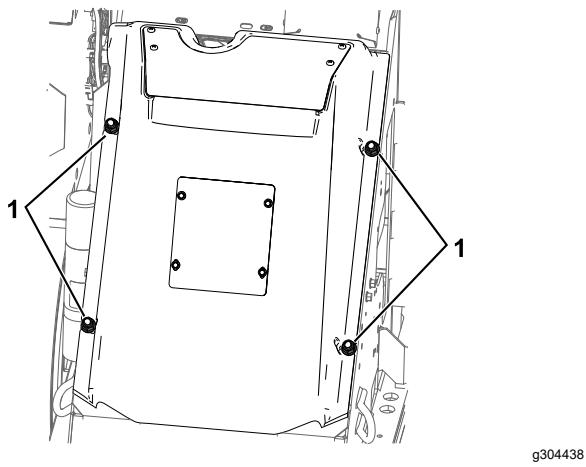

Bild 27
4. Lösen Sie die vier Muttern, mit denen die Haube befestigt ist (Bild 27).